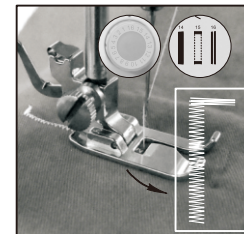

Fig.16
- (3) Valitse ommel #16, käännä valitsin ja ompele kankaaseen sopivan mittainen pätkä. Käännä pois valitsin. Yritä ommella mahdollisimman suoraan (fig.16).